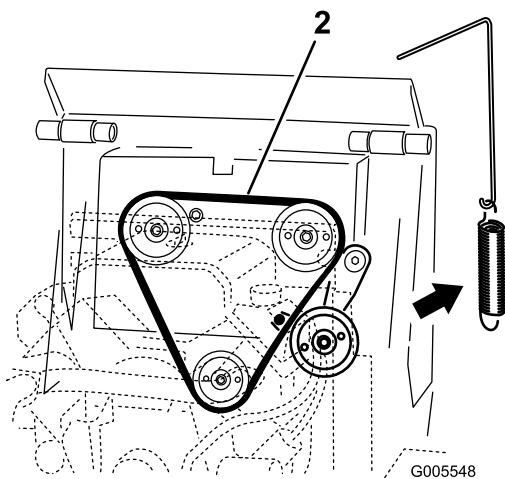

Figura 51
4. Rimuovete la molla della puleggia tendicinghia dal relativo gruppo (Figura 51).
6. Montate una nuova cinghia di trasmissione attorno alle 3 pulegge (Figura 51).